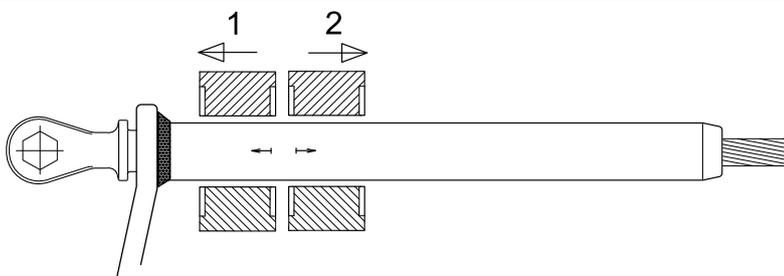

Fig. 2
- 4 Introducir el embolo de acero por la parte trasera de la grapa cuidando de que la horquilla quede en la posición deseada. El tope del embolo ha de quedar aproximadamente a 6-8 mm del extremo de la grapa. (**Fig. 2**)
- 4 Insert the steel terminal through the back of the clamp, checking that the clevis part of steel terminal is situated in the desired position. The aluminium pad of clamp must be situated approximately 6-8 mm from the shoulder of the steel terminal. (**Fig. 2**)
- 5 Efectuar las compresiones con la matriz para aluminio adecuada (ya indicada sobre el cuerpo), empezando por comprimir primero la zona del embolo a partir de la base de la flecha y en el sentido de esta hacia el émbolo, hasta una distancia de la soldadura entre 6-8 mm. A continuación comprimir la zona del conductor siguiendo el mismo criterio (hacia el conductor en esta ocasión), cuidando siempre de solapar cada compresión un 20% aproximadamente sobre la anterior. (**Fig. 2**)